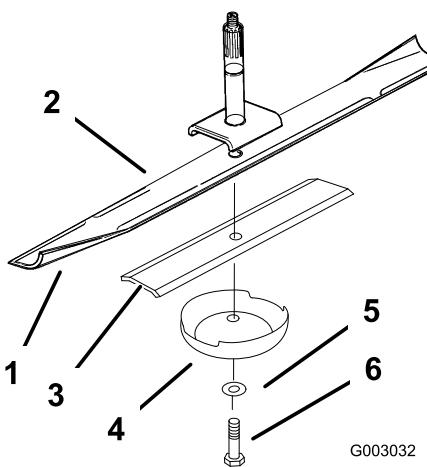
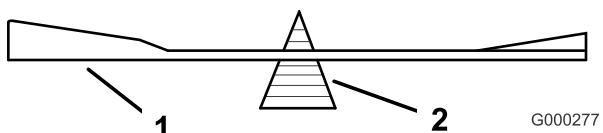

Figure 48
Figure 50
2. Enlevez de l'axe le boulon, le renfort de lame, la rondelle et la lame (Figure 48).
2. Vérifiez l'équilibre de la lame en la plaçant sur un équilibrage (Figure 50). Si la lame reste horizontale, elle est équilibrée et peut être utilisée. Si la lame est déséquilibrée, limez un peu l'extrémité de la partie incurvée seulement (Figure 48). Répétez la procédure jusqu'à ce que la lame soit équilibrée.
1. Placez la lame sur l'axe (Figure 48).
**Important:** Pour obtenir une coupe correcte, la partie incurvée de la lame doit être tournée vers le haut et dirigée vers l'intérieur du carter de tondeuse (Figure 48).
2. Posez la lame, le renfort, la rondelle plate et le boulon de lame (Figure 48).